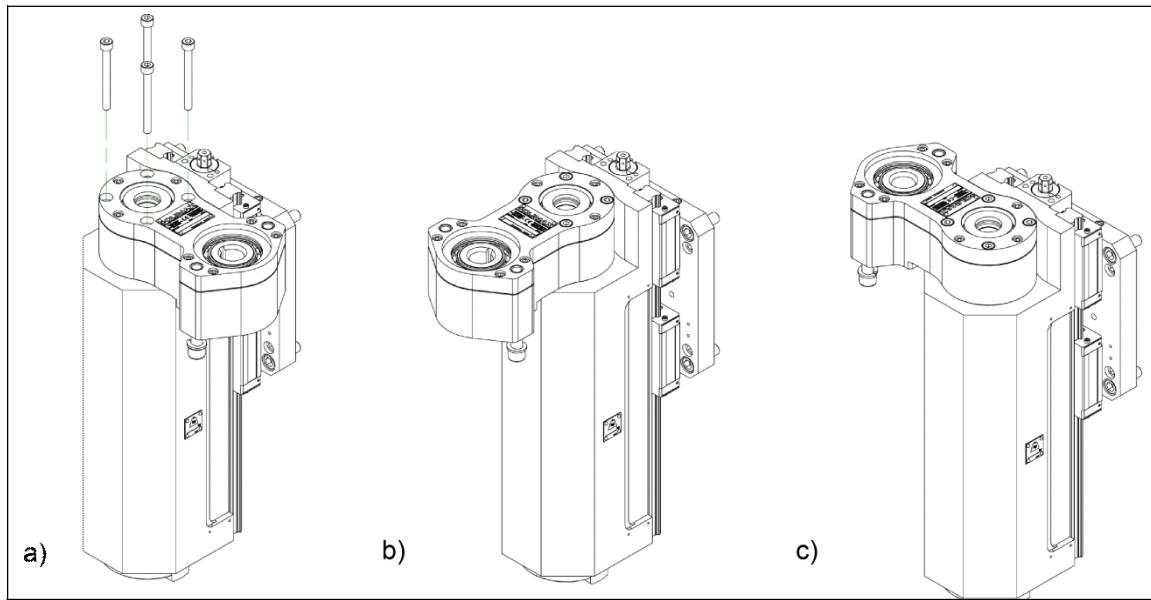

Рис. 3-54. ВРАЩЕНИЕ РЕДУКТОРА
При выполнении некоторых операций фрезерования с помощью FF8200 редуктор может соприкасаться с другими компонентами. Редуктор можно повернуть в положения, показанные на рис. 3-54 для предотвращения столкновения компонентов.
2. Извлеките четыре винта, расположенные в точках, показанных на рис. 3-54-а.
3. Поверните редуктор на 90 или 180 градусов в необходимое положение, показанное на рис. 3-54 б или с.